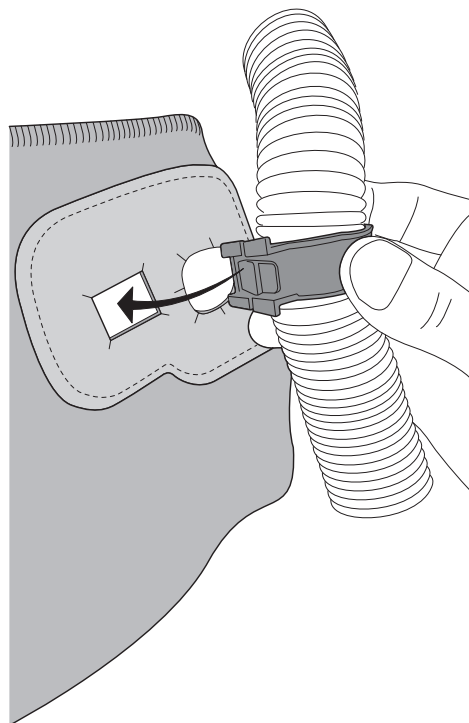

Fig. 29b
- b. En maintenant la bague de retenue du tuyau d'admission d'air, pousser celle-ci dans le trou rectangulaire situé à l'arrière de la cagoule (Fig. 29b).